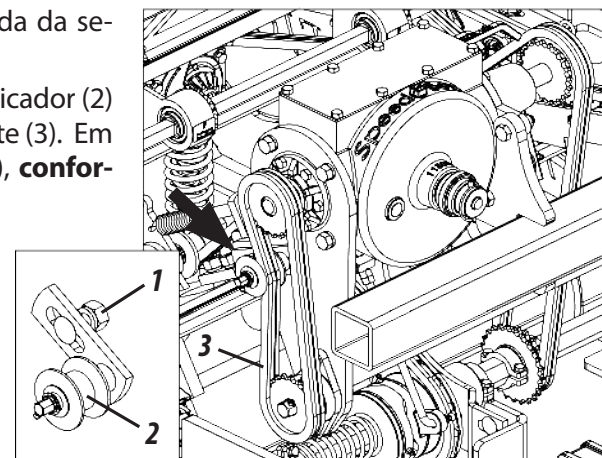

Figura 63
TENSÃO DAS CORRENTES (FIGURA 63)
- 1- Solte a porca (1), deslize o esticador (2) ajustando a tensão da corrente (3). Em seguida, reaperte a porca (1), **conforme mostra a figura 63.**